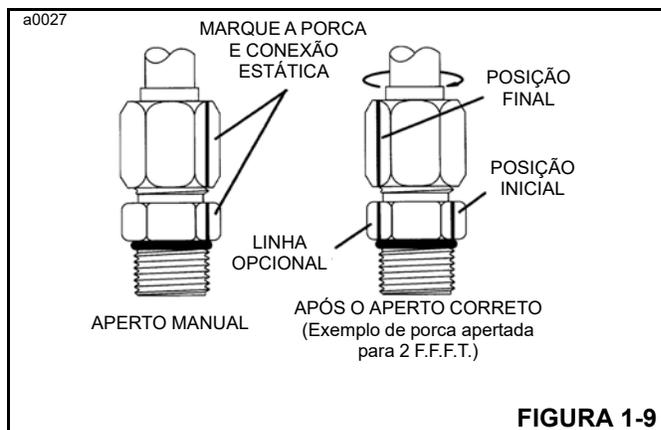

FIGURA 1-9
6. (Opcional para aperto futuro da mesma conexão). Estenda a linha a partir da porca como seu novo local na parte sextavada da conexão ou orifício estático (Figura 1-9).